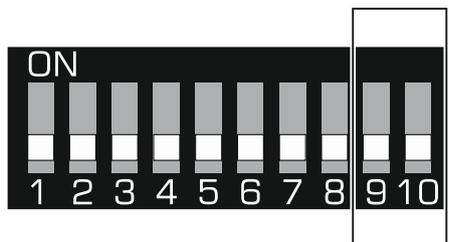

Abb. 2. Schalter zur Bestimmung des Betriebsmodus des Funkbasiomoduls.
**Schalter 9 und 10** (Abb. 2) dienen zur Bestimmung des Betriebsmodus des Funkbasiomoduls – siehe Tabelle 1.